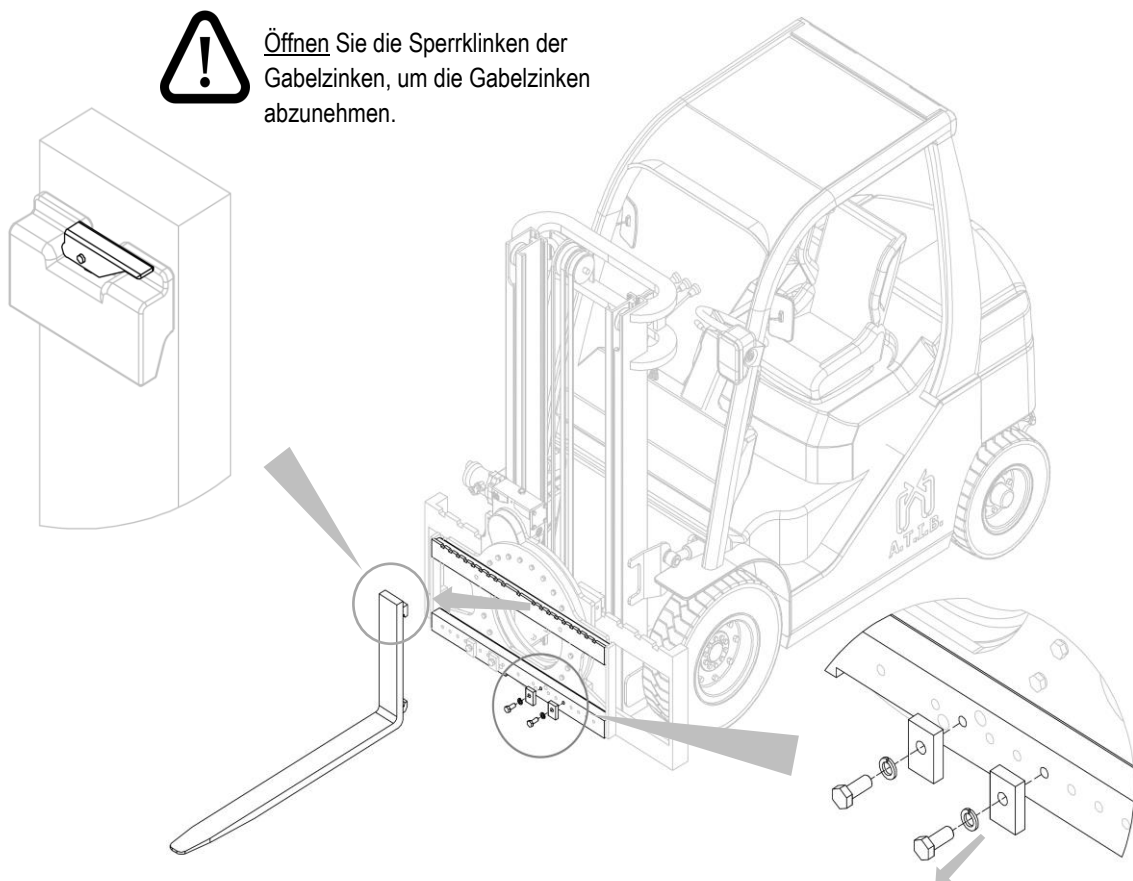

Abbildung 27
2. Schrauben Sie Feststeller der Gabelzinken heraus, öffnen Sie die Sperrklinken der Gabelzinken und nehmen Sie die Gabelzinken ab (siehe *Abbildung 27*).